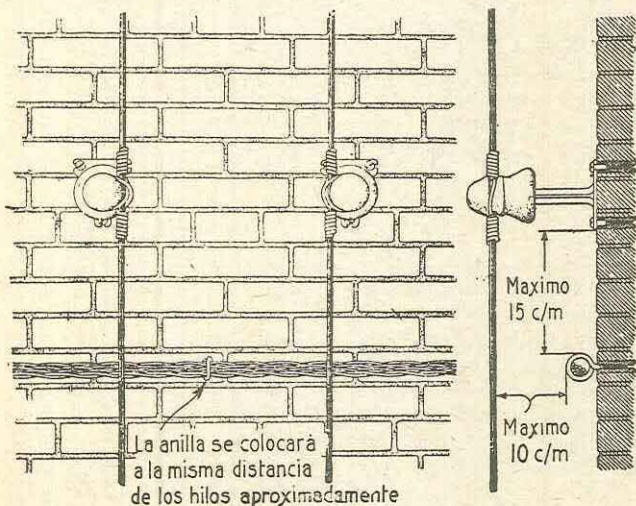

Fig. 14
a) Se harán las gestiones necesarias para que la Compañía de Electricidad cambie la disposición de sus circuitos de manera que los hilos telefónicos puedan pasar debajo de aquéllos (fig. 14).